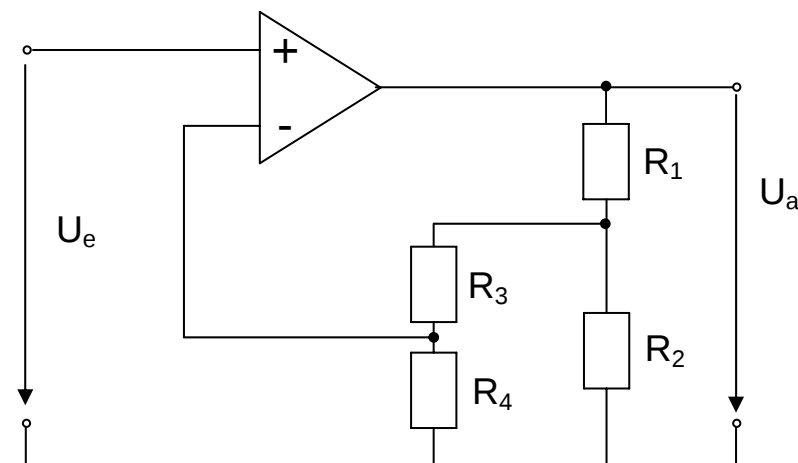

Bild 2-2: Nichtinvertierender Verstärker
- b) In der in Bild 2-2 gezeigten Schaltung sei der eingesetzte Operationsverstärkers ideal. Es gelte: $R_1 = 200\text{k}\Omega$, $R_2 = 20\text{k}\Omega$, $R_3 = R_4 = 10\text{k}\Omega$. Bestimmen Sie die Schaltungsverstärkung A.